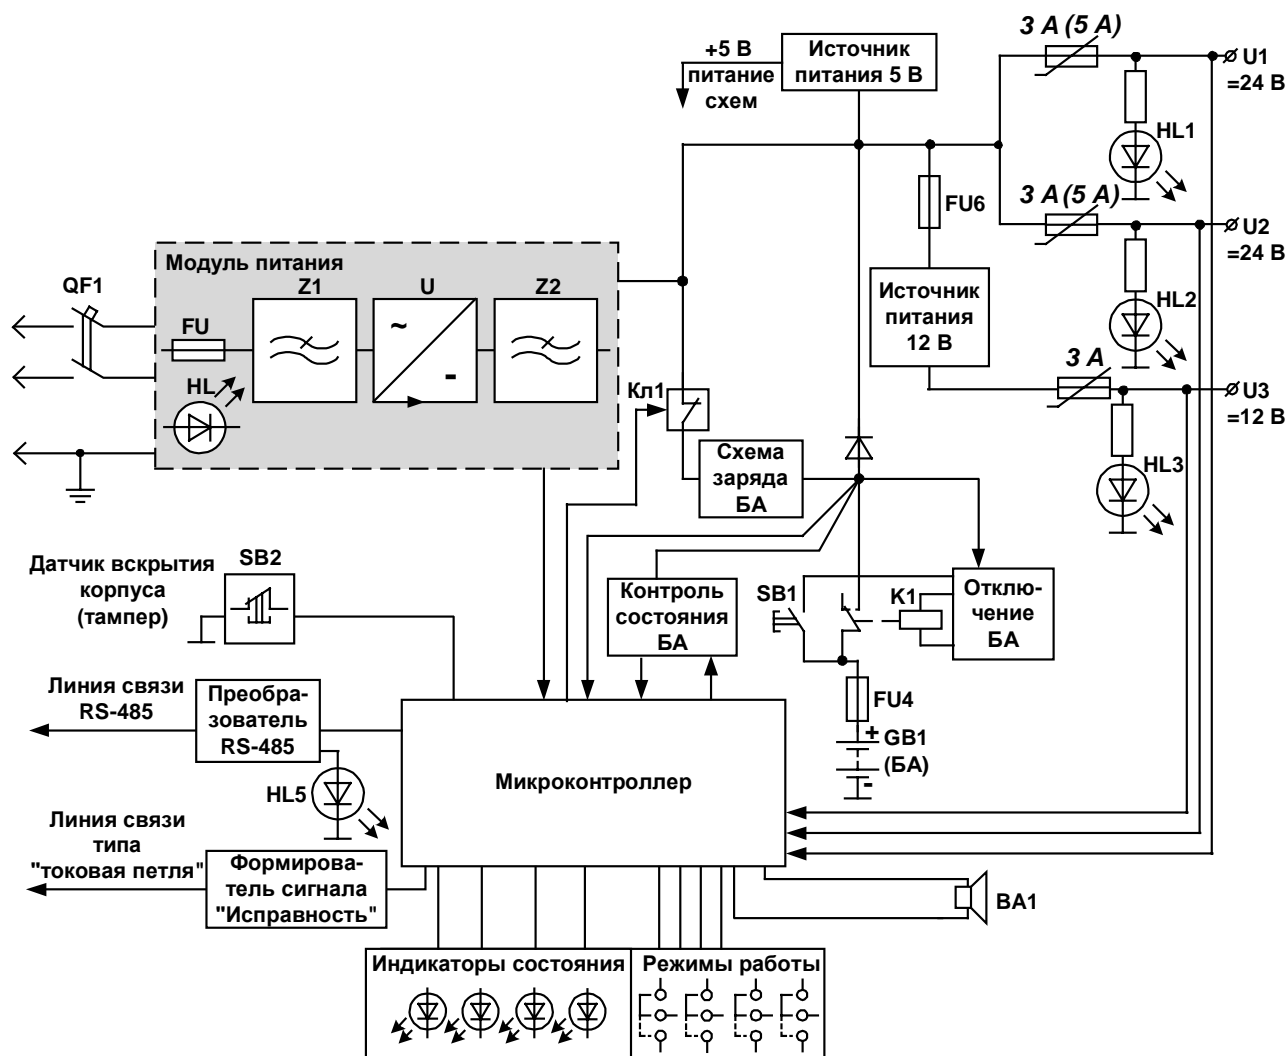

Рис. 1 Электрическая функциональная схема ИБП-1224 исп. 1, исп. 2 (в скобках указаны значения для исп. 2)
4.2 Электрическая функциональная схема ИБП представлена на Рис. 1. В ее состав входят следующие узлы и блоки: